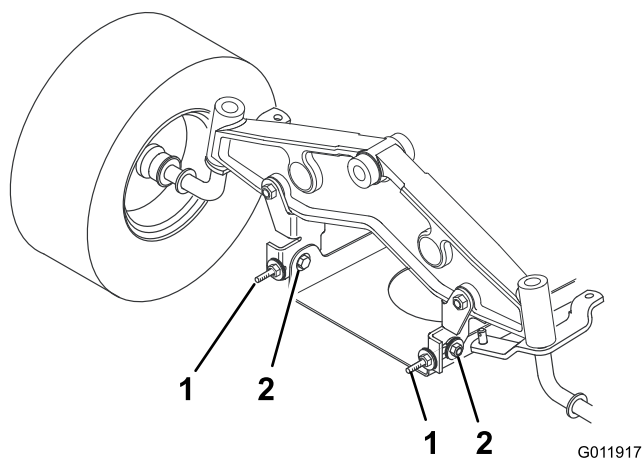

Figura 16
14. Para ajustar la inclinación longitudinal, afloje ligeramente los pernos de montaje del soporte de pivote delantero (Figura 16).
15. Gire las contratuercas sobre los pernos de anillo para cambiar el ajuste (Figura 16). Para elevar la parte delantera del cortacésped, apriete las contratuercas de los pernos de anillo; para bajar la parte delantera del cortacésped, afloje las contratuercas de los pernos de anillo.
17. Cuando la inclinación longitudinal sea correcta, apriete los pernos de montaje del soporte de pivote (Figura 16).